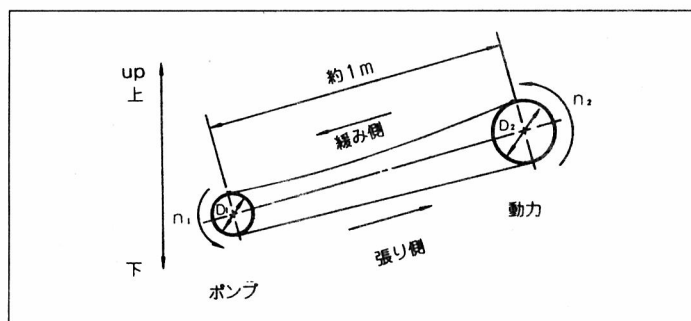

図1
- 動力側の軸とポンプの軸の間の距離は1m位が適当です。万一ポンプがロックした場合にもベルトが滑るだけですみます。(図1参照)